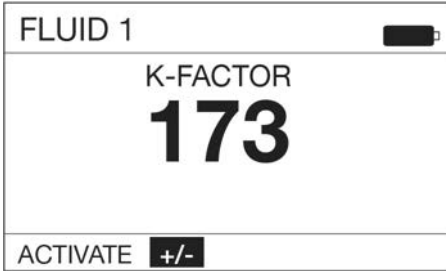

FIG. 65
2. Utiliser la touche fléchée DROITE du clavier pour sélectionner le symbole +/-, puis appuyer sur la touche ENTRÉE sur le clavier pour sélectionner l'option +/- (FIG. 65).
REMARQUE : en sélectionnant l'option GO BACK (Retour) sur cet écran, l'on revient à l'écran précédent (illustré sur la FIG. 65).